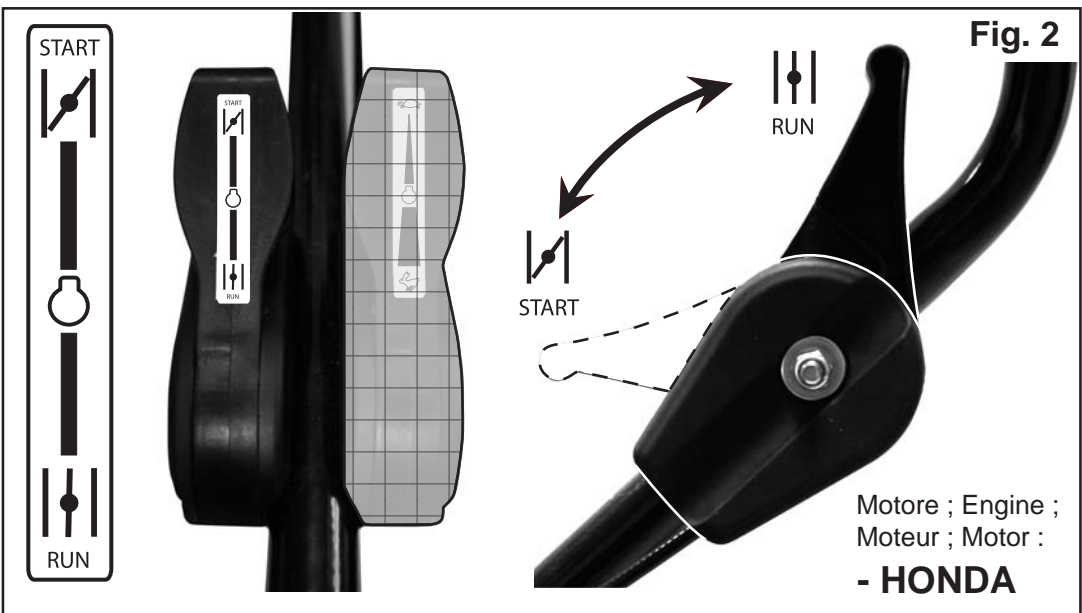

Fig. 2
- Portare il comando dell'aria nella posizione  (fig.2)
- Una volta avviato il motore portare il comando dell'aria in posizione  (fig.2).
- Put the air control in position  (fig.2)
- Once the engine starts, put the air control in position  (fig.2)
- Mettre le commande de l'air en position  (fig.2)
- Une fois démarré, mettre le commande de l'air en position  (fig.2)
- Den Luftantrieb in Position  (Abb.2) bringen
- Ist der Motor einmal angesprungen, den Luftantrieb in Position  (Abb.2) bringen.
- Breng het commando van de lucht naar Positie  (fig.2)
van de lucht in positie  brengen (fig.2).
- Ponga el mando del aire en la posición  (Fig.2)